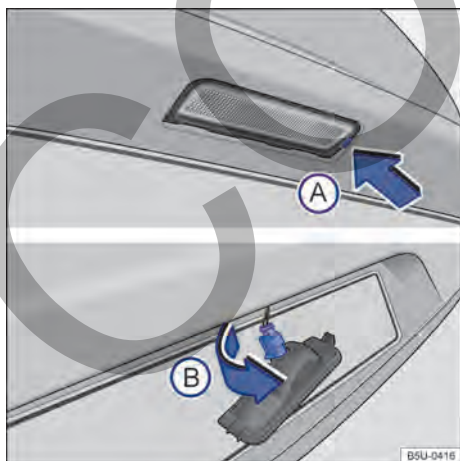

Fig. 118 En el paragolpes trasero: retirar la luz de la placa de licencia y el portalámparas.
2. Con el auxilio de un destornillador, presionar la traba → fig. 118 A para quitar el conjunto.